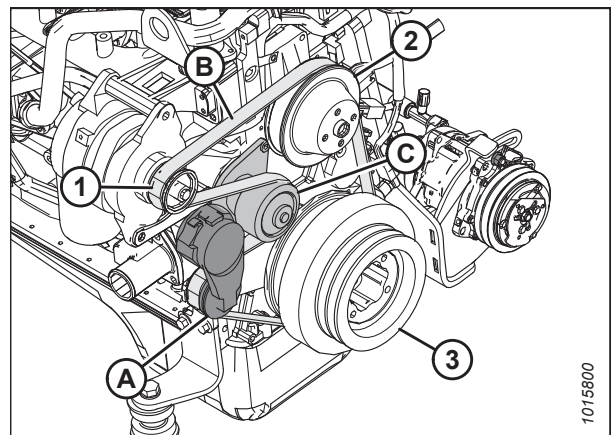

Abbildung 5.169: Motorriemen
- Das Antriebsende eines 1/2-Zoll-Ratschenschlüssels in den Riemenspanner (A) einführen.
- Den Spanner gegen den Uhrzeigersinn drehen, bis der Keilriemen (B) von der Riemenscheibe (C) abgenommen werden kann. Den Spanner lösen und den Schraubenschlüssel entfernen.
- Den Riemen in der Reihenfolge 1, 2, 3 entfernen, wie in Abbildung 5.169, Seite 347 gezeigt.
- Den Spanner gegen den Uhrzeigersinn drehen, bis der Riemen (B) auf die Riemenscheibe (C) geschoben werden kann. Den Spanner lösen und den Schraubenschlüssel entfernen.